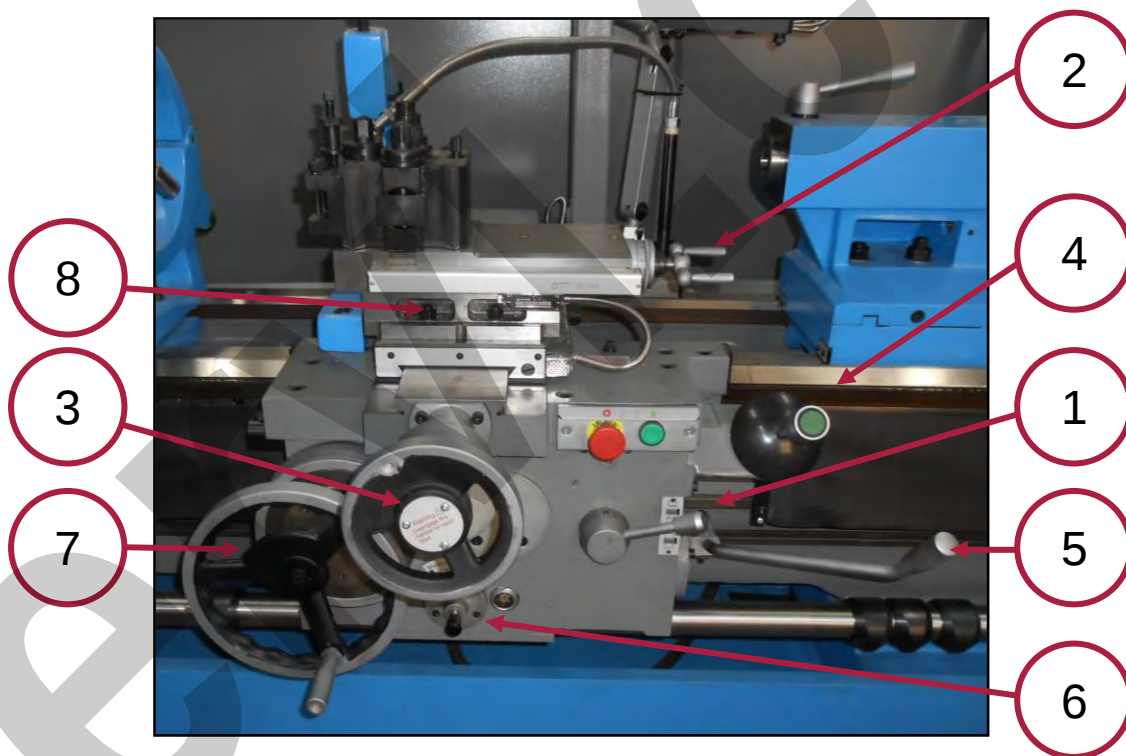

Figura 25 – Leve e volantini del carrello.
Sul carrello porta utensile vi sono otto comandi manuali (leve, volantini e bulloni) che ne consentono la regolazione fine e l'avanzamento (vedere la Figura 25).
(1) Manopola e leva avanzamento per filettatura: Vedere il paragrafo 9.2.3.
(2) Volantino spostamento longitudinale torretta: Il volante permette lo spostamento longitudinale, avanti e indietro, della slitta porta utensile in modo fine. Per spostare avanti la slitta (verso il mandrino), ruotare il volante in senso orario, viceversa per spostare indietro la slitta (verso la contropunta), ruotare il volante in senso antiorario.
(3) Volantino spostamento trasversale slitta porta utensile: Il volantino permette lo spostamento trasversale, che attraversa il centro del pezzo con la slitta porta utensile in modo fine. Per spostare la slitta (verso l'operatore), ruotare il volantino in senso antiorario, viceversa per spostare a destra la slitta (verso il centro), ruotare il volantino in senso orario.
(4) leva di inserimento della movimentazione automatica e spostamento rapido del carrello porta utensile: la leva permette l'inserimento della movimentazione automatica del carrello porta utensile. Come prima cosa estrarre i volantini di movimentazione (rif. 3 e 7 in Figura 25) in maniera tale da inserire gli ingranaggi per la movimentazione automatica. Attraverso la leva selezionare la direzione di spostamento, verso sinistra per l'avvicinamento al mandrino, verso destra per l'allontanamento dal mandrino dell'utensile. Per gli spostamenti trasversali portare verso l'alto per muovere il carrello utensile in direzione del riparo porta trucioli e verso il basso per portarlo verso l'operatore. Tale leva permette inoltre l'avanzamento rapido del carrello. Una volta selezionato il verso di movimentazione (come per l'avanzamento automatico) premere il pulsante verde presente per l'attivazione dello spostamento rapido. Durante l'avanzamento rapido i volantini rimangono fermi.
(5) Leva di avviamento e di selezione del senso di rotazione del mandrino: La leva seleziona l'avviamento ed il verso di rotazione del mandrino e degli altri organi di movimentazione. Spostare la leva in basso per far ruotare il mandrino in senso orario, spostare la leva in alto per far ruotare il mandrino in senso antiorario. La posizione centrale "0", mette in folle il mandrino.